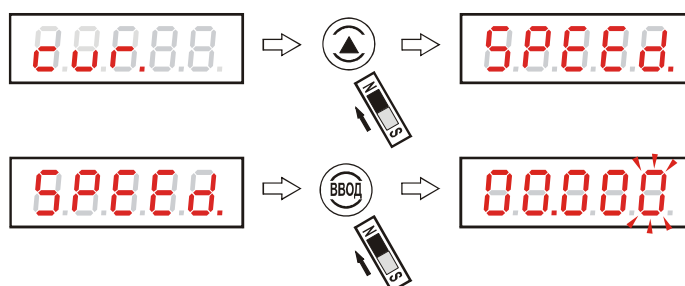

Рисунок 80 – Переход к вводу скорости изменения уровня контролируемой среды
2.8.28 Для входа в подраздел “SPEED.” настройки скорости изменения уровня контролируемой среды необходимо выбрать этот подраздел кнопкой «↑» и “нажать” «ВВОД», рисунок 80: